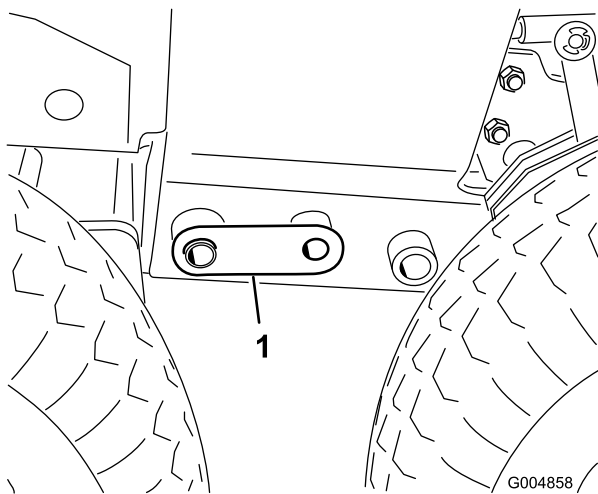

Figura 49
13. Regolate il martinetto per allineare i fori da 2,5 cm nel telaio e montate un perno dell'accoppiatore su ciascun lato (Figura 49).